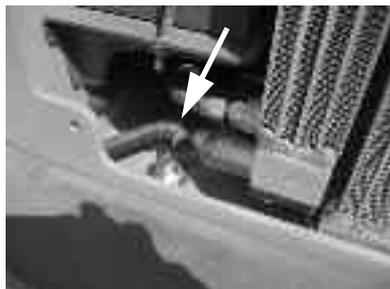

Figura 51 Valvola di scarico del radiatore
5. Aprire la valvola di scarico situata sul radiatore (Figura 51) e scaricare il liquido di raffreddamento in un contenitore adatto.